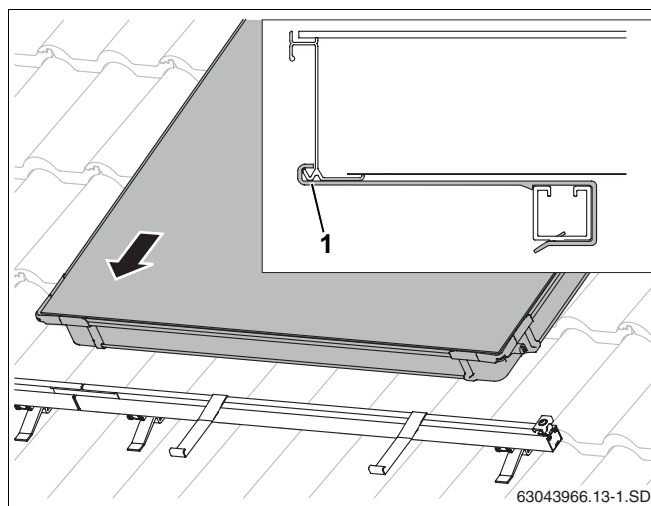

Bild 42 Lägg den första solpanelen på profilskenorna
- ▶ Lägg den första solpanelen på profilskenorna och låt den glida in i anti-glidskyddet (bild 42).
Den nedre solpanelskanten måste ligga i anti-glidskyddets öppning (bild 42, **pos. 1**).